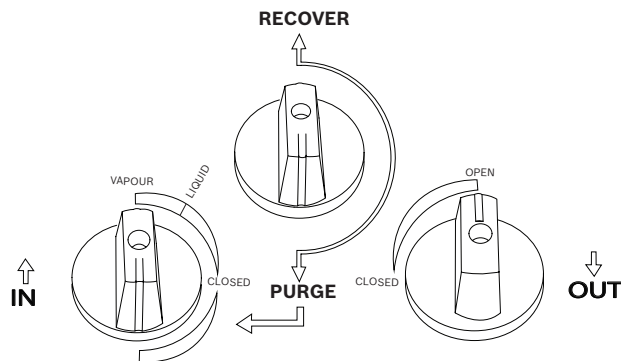

Bild 5: Ventilernas lägen vid fullständig tömning av återstående köldmedium
4. Vrid ratten för återvinning / tömning (svart) på RG8.0 / RG4.0 till läge **PURGE** (tömning) (pekar ned) enligt bild 5.
5. Sätt på RG8.0 / RG4.0 och vrid långsamt styrventilen till inloppet (blå) på RG8.0 / RG4.0 till läge **PURGE** (tömning) som i bild 5.